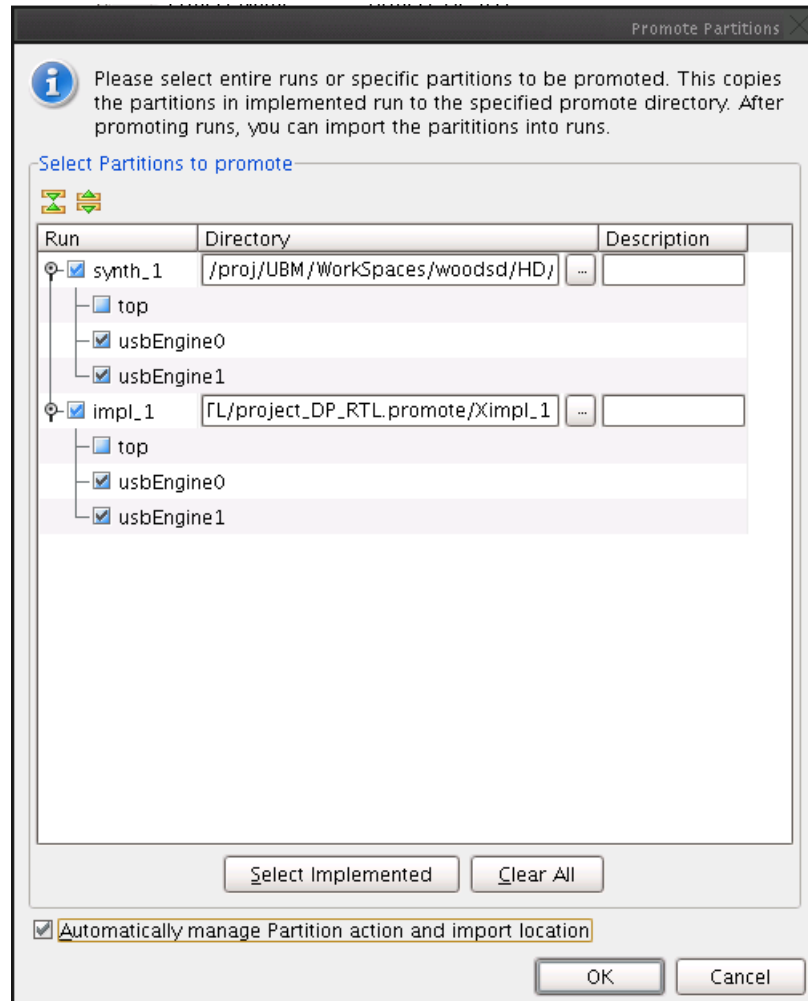

図 1-12 : [Promote Partitions] ダイアログ ボックス
- 2つの **usbEngine** インスタンスが合成およびインプリメンテーション用にプロモートされるようにオンになっていることを確認します (図 1-12)。